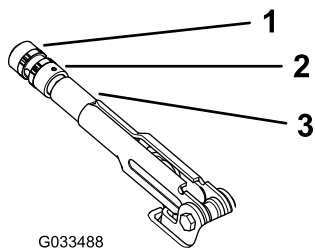

Figure 65
2. Desserrez la vis de fixation du pommeau sur le levier du frein de stationnement (Figure 65).